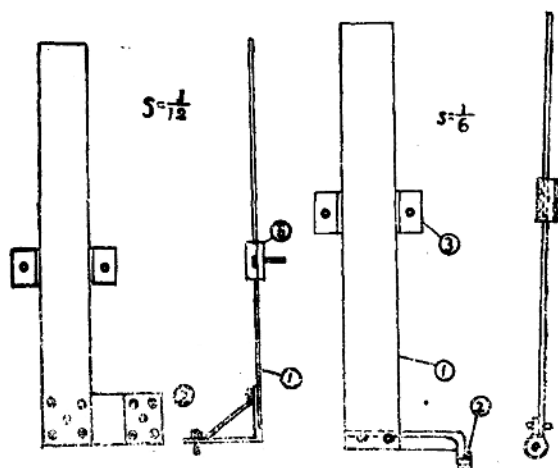

图2 带锯防护板
(二) 锯机的安全：锯机摩擦传动装置和轴杠接头，都要有可靠的防护罩与防护栏杆。锯机也必须具有用2.5公分以上的厚木板，或用2公厘以上厚铁板制的防护罩。为了在生产过程中防止锯条崩断造成人身事故，带锯机械应安装预防断条的防护铁板。其构造为长90公分、宽12公分、厚3公厘的铁板制成（如图2之①）。下部固定在锯卡子②上，中间以嵌在锯机防护罩上的卡子③约束之。此防护铁板位于锯条外侧，可随同锯卡子上升或下降。但因锯机的构造样式不同，锯卡子也不一样，故应按机械构造样式及其功用适当制造。